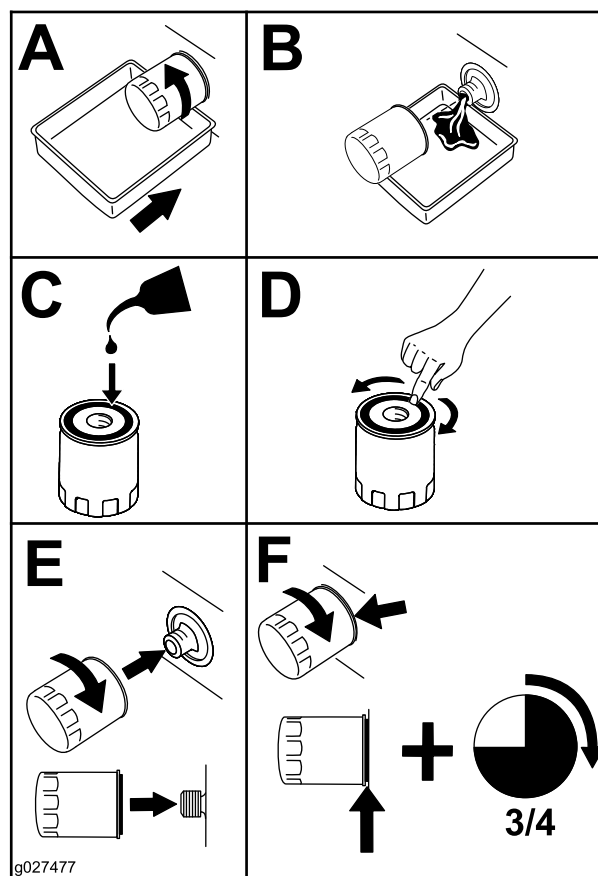

Figura 48
4. Sustituya el filtro de aceite del motor (Figura 48).